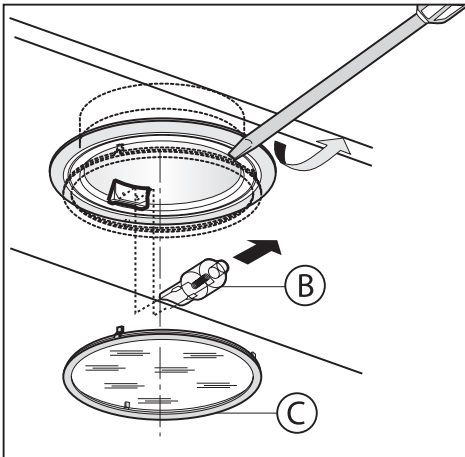

Fig.9
• Sostituzione delle lampade alogene (Fig.9):